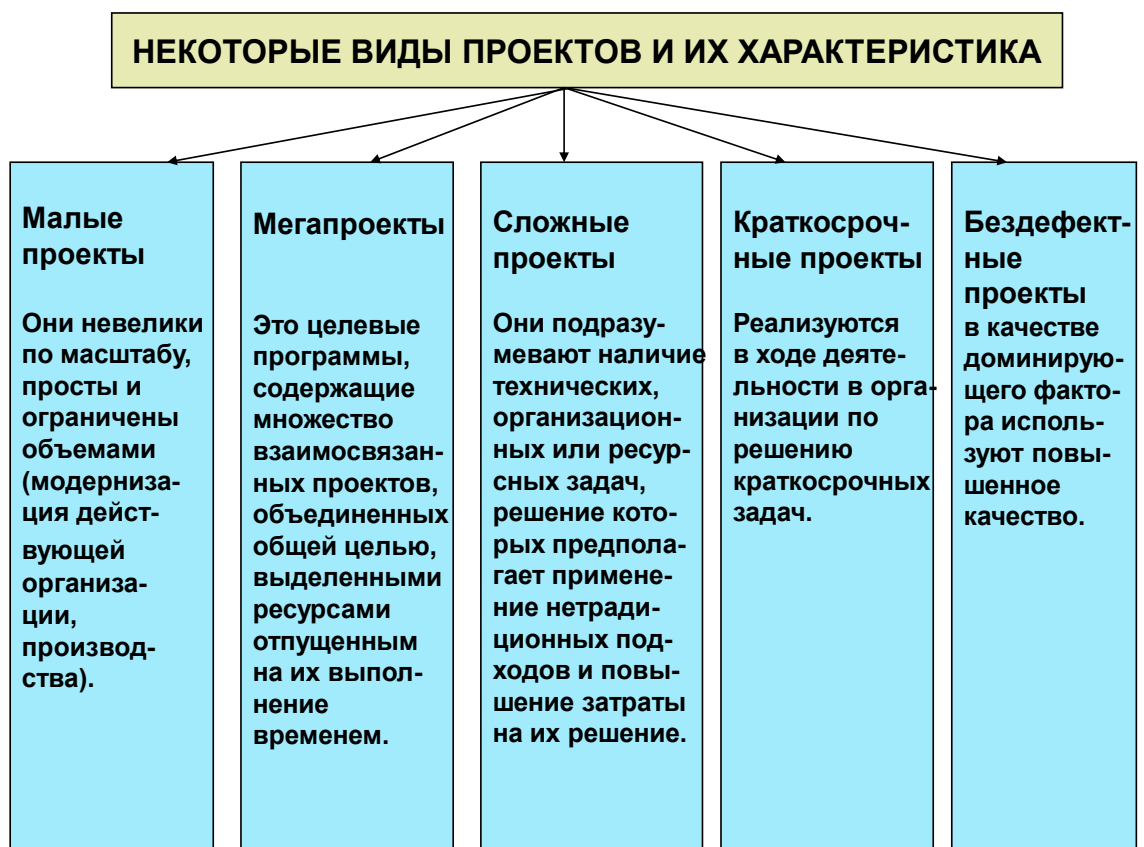

Рис. 8. Характеристика некоторых видов проектов
*Бездефектные проекты* в качестве доминирующего фактора используют повышенное качество (см. рис. 8).